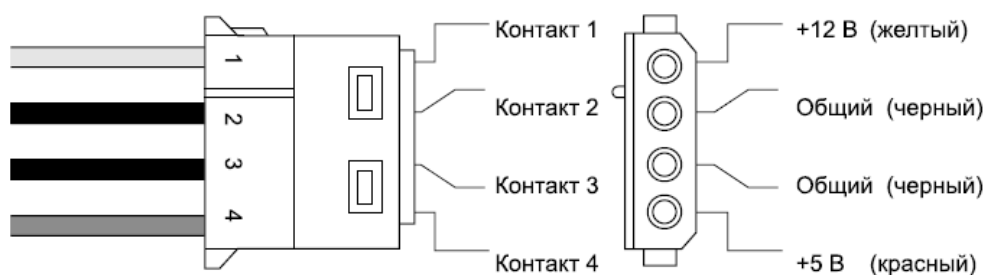

Рис. 5.12. Разъем питания периферийных устройств
4. От четырех до восьми 4-контактных разъемов типа Molex (рис. 5.12) для подключения периферийных устройств ("винчестерских" накопителей, приводов CD/DVD, флоппи-дисководов формата 5,25 дюйма, некоторых видеоадаптеров с повышенной потребляемой мощностью и др.).